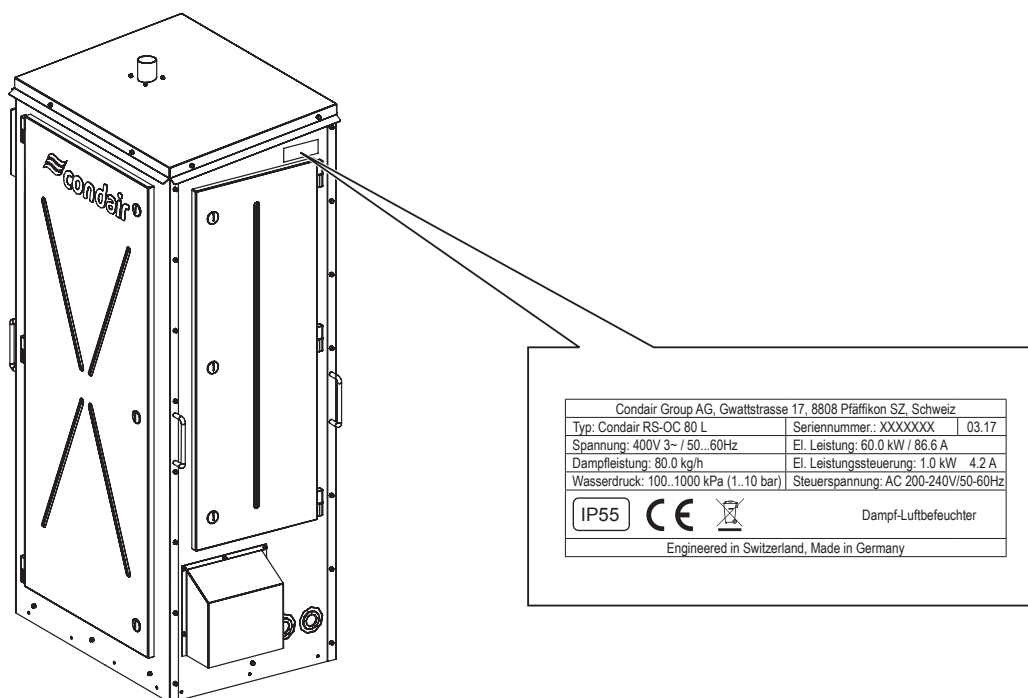
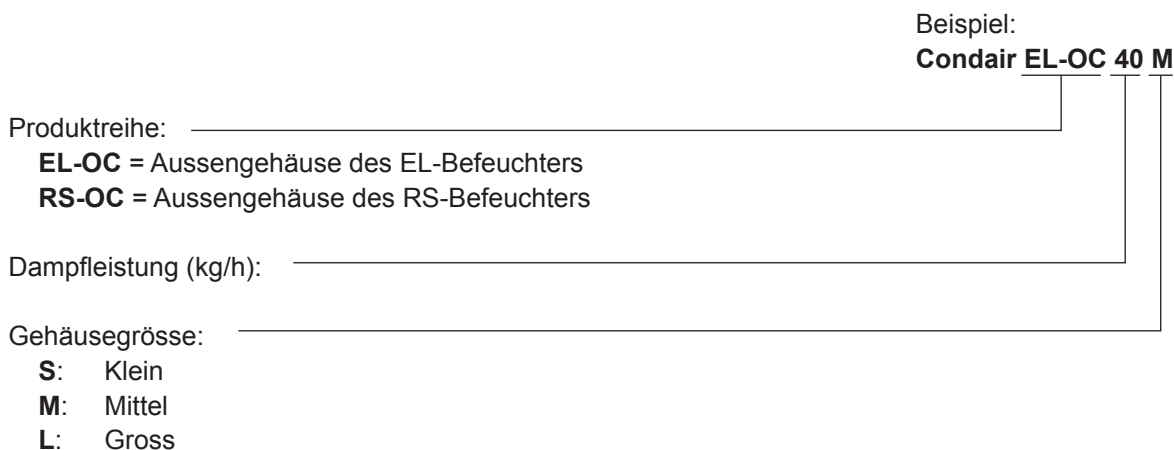

Abb. 3: Typenschild Condair EL/RS-Befeuchter
Abb. 4: Modellschlüssel
- Prüfen Sie die Modellart, Kapazität und Spannungsangaben auf dem Typenschild, um sicherzustellen, dass die Anlage zur gewünschten Installation passt. Siehe Abb. 3.
Das Typenschild auf der Seite der Condair EL/RS-Befeuchter für den Aussenbereich enthält die Modellnummer, die Seriennummer und die Leistungsdaten (siehe Abb. 3). Abb. 4 zeigt die Aufschlüsselung der Modellnummer.